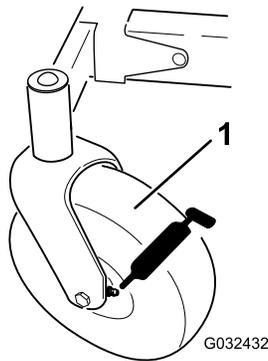
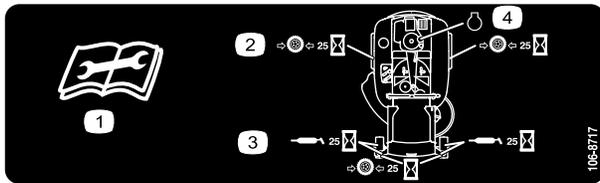

Figura 33
Figura 34
3. Limpie con un trapo los puntos de engrase (Figura 33) y (Figura 34).
4. Conecte una pistola de engrasar a cada punto de engrase (Figura 33 y Figura 34).